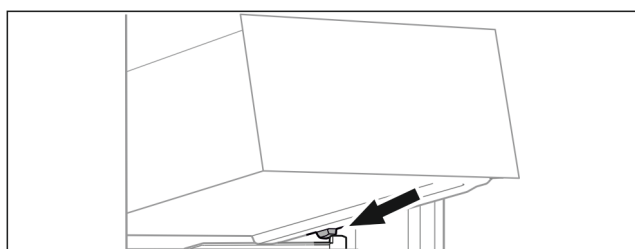

Fig. 121
- Schubfach schräg hinter den Stopperrn auf Behälterrippe aufsetzen. (siehe Fig. 121)